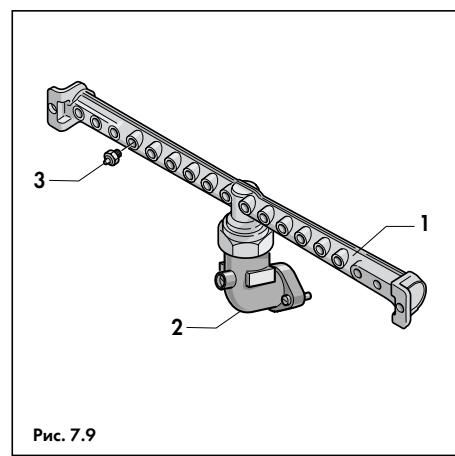
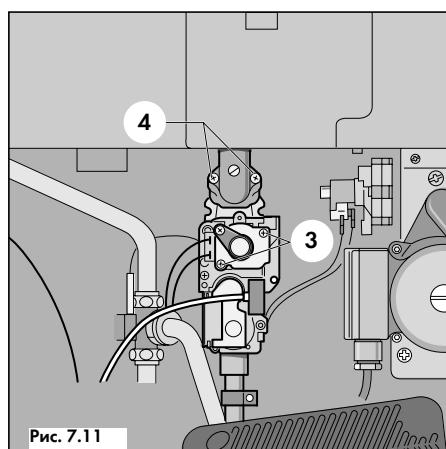
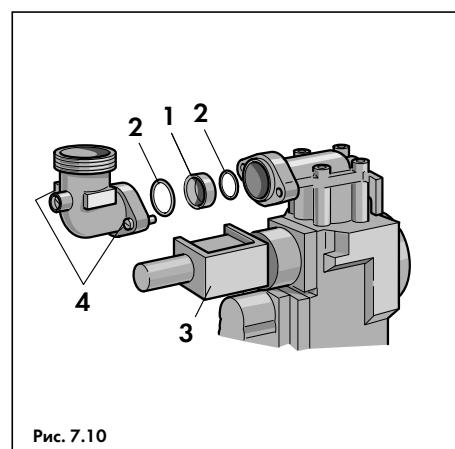

Рис. 7.9
Рис. 7.11
Рис. 7.10
- Выкрутить 2 винта (4, рис. 7.11) и вытащить коллектор (1, рис. 7.9) с соплами вместе с угловым присоединительным участком (2, рис. 7.9) из камеры сгорания;
- Выкрутить установленные в коллекторе (1, рис. 7.9) сопла (3, рис. 7.9) и заменить их на сопла для другого вида газа из соответствующего комплекта для перенастройки, при этом запрещается использовать какие-либо уплотнения или герметики;
- При перенастройке **со сжиженного на природный** газ удалить находившиеся сразу после выхода из газовой арматуры предварительное сопло и кольцевое уплотнение (1 и 2, рис. 7.10). Данные части больше не использовать;
- При перенастройке **с природного на сжиженный** газ установить сразу после выхода из газовой арматуры предварительное сопло и кольцевое уплотнение (1 и 2, рис. 7.10) из соответствующего комплекта для перенастройки:
- Коллектор (1, рис. 7.9) вместе с угловым присоединительным участком (2, рис. 7.9) установить на газовую арматуру, крепко закрутив 2 винта (4, рис. 7.11). При этом необходимо проследить за правильным положением кольцевого уплотнения, его перекос может привести к неплотности соединения;
- Выкрутить винты (3, рис. 7.11) и, отсоединив модулирующий регулятор (3, рис. 7.10), вытащить его из газовой арматуры;
- Установить новый модулирующий регулятор (3, рис. 7.10) из соответствующего комплекта для перенастройки:
- Закрепить модулирующий регулятор на газовой арматуре, затянув винты (3, рис. 7.11);